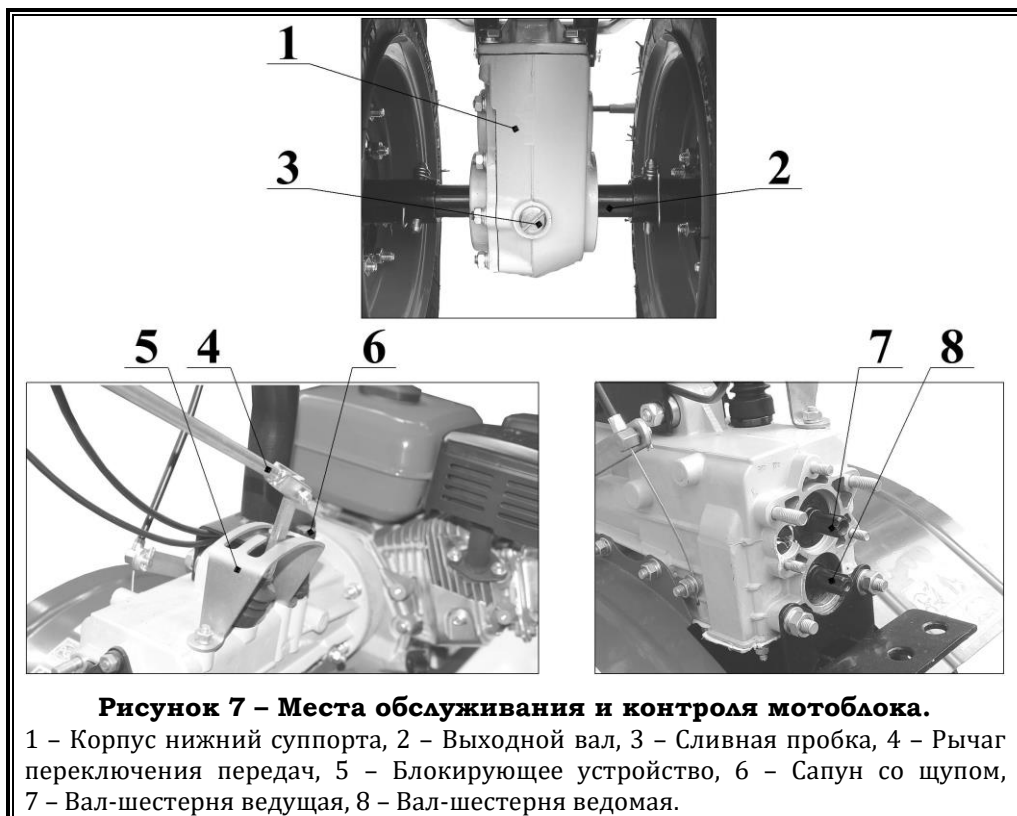
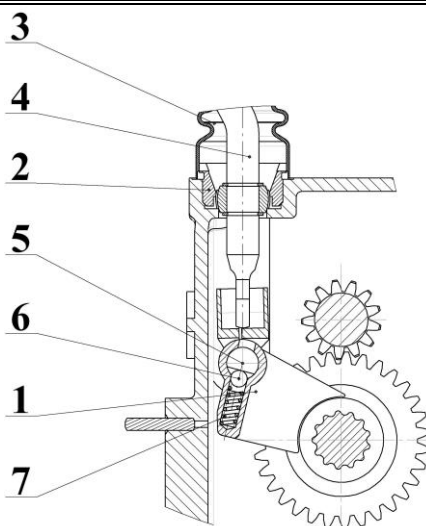

Рисунок 7 – Места обслуживания и контроля моторблока.
Рисунок 8 – Коробка переключения передач. Поперечный разрез.
1.2.2.1.1 Корпус коробки передач отлит из алюминиевого сплава. В верхней части корпуса имеется прилив с отверстием М16х1,5, для заливки в трансмиссию масла. Отверстие закрывается сапуном **6** (рисунок 7). На сапуне установлен шуп с рисками для контроля уровня масла.
В верхней части имеется прилив с 2-мя отверстиями и с запрессованными в него втулками для крепления рулевой колонки. К переднему фланцу корпуса крепится силовой агрегат. Задняя часть корпуса имеет обработанный фланец для крепления приводимых навесных орудий, закрываемый пластмассовой крышкой. К нижнему фланцу пристыковывается суппорт (угловой редуктор) с выходным валом **8** (рисунок 7) на который устанавливаются колеса или культиватор. Справа и слева крепятся крылья гайками М8.
1.2.2.1.3 Вал шестерня ведомая **15** (рисунок 5) выполнена как одно целое с конической шестерней, вращается на двух подшипниках. Передний подшипник **14** – игольчатый, задний **10** – шариковый. Задний конец вала выведен наружу и имеет прямобочные шлицы для отбора мощности с частотой вращения, зависимой от выбранной передачи. Конец вала уплотнен манжетой **8**. Средняя часть вала выполнена шлицевой, на которые надеваются две ведомые шестерни. Шестерня 2-й и 3-й передачи **12** выполнена с двумя зубчатыми венцами и может перемещаться на шлицах вилкой 2-й и 3-й передач. Шестерня 1-й передачи и заднего хода **11** выполнена с одним зубчатым венцом и перемещается вилкой 1-й передачи и заднего хода **1** (рисунок 8).
1.2.2.1.5 Механизм переключения передач состоит из: 2-х вилок **1** (рисунок 8) установленных на одной оси **5**, рычага переключения передач **4** установленного на верхней части корпуса и блокирующего устройства **5** (рисунок 7). Вилки **1** (рисунок 8) могут свободно перемещаться вдоль оси. Каждая вилка имеет замковое шариковое устройство для фиксации её в одном из трех возможных положений. Крайние положения вилок **1** соответствуют включенной передаче, среднее – нейтраль. Рычаг переключения передач **4** может входить в зацепление с одной из вилок **1** и перемещать её вдоль оси. Для исключения возможности перемещения двух вилок **1** одновременно сверху на корпусе коробки установлено блокирующее устройство **5** (рисунок 7), представляющее из себя пластину с прорезями. Через эти прорези проходит рычаг переключения передач. Блокирующее устройство крепится к корпусу 2-мя гайками М8. На блокирующем устройстве **10** (рисунок 16) и **5** (рисунок 7) указаны положения рычага **4** (рисунок 7) для включения скоростей 1, 2, 3 и заднего хода.
В нижнем корпусе суппорта имеется отверстие М16х1,5 для слива масла из трансмиссии. Отверстие глушится пробкой **3** (рисунок 7).